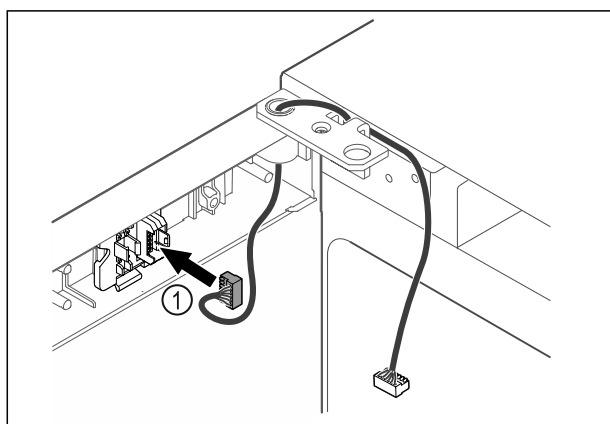

Fig. 59
- Aseta pistoke Fig. 59 (1) pistokkeenpitimeen.